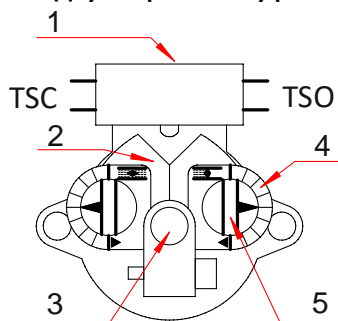

Рис. 4 Схема двухсторонней муфты ограничения крутящего момента.
Крутящий момент с электродвигателя 1 через шестерни передается на червячный редуктор, состоящий из червячного вала и расположенного на выходном валу 8 червячного колеса. На выходном валу, под червячным колесом расположена шестерня механизма ограничения хода выходного вала 8 (Рис. №3). На червячном валу находятся тарельчатые пружины двусторонней муфты ограничения момента 6 (Рис. 4).
Двухсторонняя муфта ограничения крутящего момента состоит из червячного вала, болтов регулировки крутящего момента 5 (Рис. 4), и микровыключателей 1 (Рис. 4). При достижении заранее отрегулированной величины крутящего момента (шкала 4) в положении ЗАКРЫТО или ОТКРЫТО, либо, в случае заклинивания затвора арматуры в промежуточном
4. Регулировка усилия закрытия и открытия осуществляется вращением болтов регулировки 5 (Рис. 4)